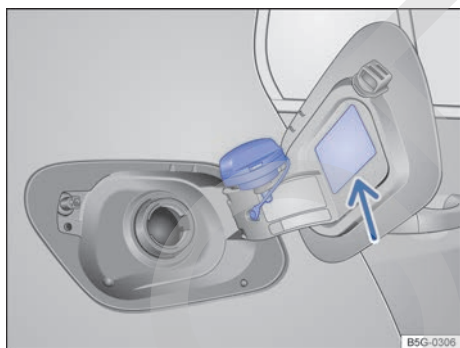

Fig. 175 Tapa del depósito de combustible abierta con el tapón enganchado en ella.
- Desenrosque el tapón del depósito en el sentido contrario al de las agujas del reloj y engánchelo en la parte superior de la tapa ⇒ fig. 175.
El tipo de combustible que utiliza el vehículo figura en el adhesivo situado en la cara interior de la tapa del depósito de combustible ⇒ fig. 175 (flecha).